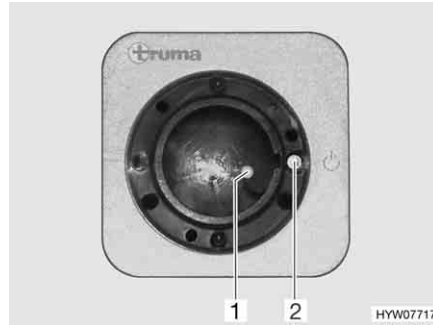
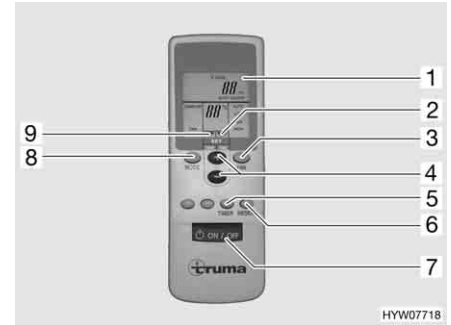

Fig. 154 Ricevitore
Fig. 155 Telecomando
- Accendere il telecomando con l'interruttore (Fig. 155,7). La spia verde di controllo (Fig. 154,1) indica la modalità di raffreddamento.
- Impostare la modalità di funzionamento desiderata con il tasto (Fig. 155,8).
- In caso di necessità, impostare con i tasti (Fig. 155,3 e 4) la potenza della ventola desiderata e la temperatura dell'ambiente. La freccia (Fig. 155,9) indica la modalità di regolazione selezionata.
- ▷ Sul ricevitore si trova un ulteriore interruttore a tasto (Fig. 154,2) con il quale è possibile spegnere e accendere l'impianto di climatizzazione anche senza il telecomando. Quando l'impianto di climatizzazione viene acceso mediante questo interruttore a tasto, viene selezionata automaticamente l'ultima modalità di funzionamento impostata con il telecomando.
- Per programmare l'impianto di climatizzazione, accendere con il tasto (Fig. 155,7) sul telecomando.
- Con i tasti (Fig. 155,8, 3 e 4), impostare la modalità di funzionamento e la temperatura dell'ambiente desiderate.
- Selezionare la funzione desiderata (Fig. 155,1) con il tasto (Fig. 155,5):
- Selezionare il tempo di commutazione desiderato (da 1 a 15 ore) con il tasto (Fig. 155,4). La freccia (Fig. 155,2) lampeggia e indica la modalità di regolazione.
- ▷ Con il tasto (Fig. 155,6) le impostazioni del telecomando vengono ripetutamente inviate al ricevitore.